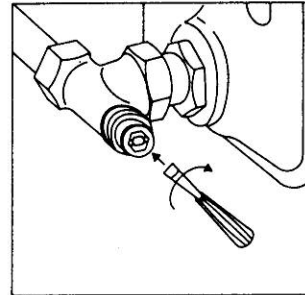

Bild 3
- 1.4 Zuletzt Hohlschraube mit Schraubendreher durch Rechtsdrehen bis zum Anschlag schrauben (Bild 3, nur „Combi 4 und C“).
**Wichtig:** Bei nachträglicher Veränderung der Voreinstellung sollte erst mit dem Schraubendreher (Bild 3) durch kurze Linksdrehung die Hohlschraube gelöst werden. Dann Änderung der Voreinstellung mit dem Sechskantschlüssel SW 4 (1).